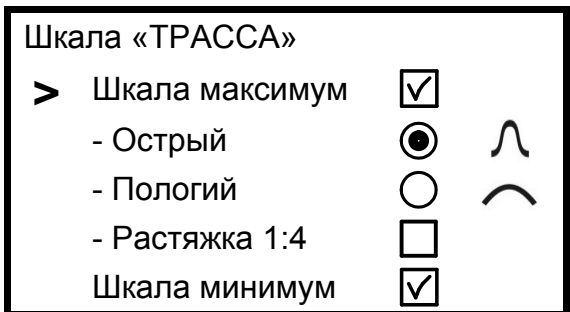

рисунок 3.1.в
- в пункте «Шкала «ДАТЧИК»» (рисунок 3.1.г):